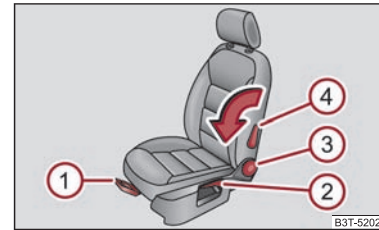

Fig. 69 Elemente de comandă pe scaun
- Se trage maneta ① ⇒ fig. 69 în sus și se deplasează scaunul în poziția dorită.
- Se eliberează maneta ① și se deplasează scaunul mai departe, până când se blochează.